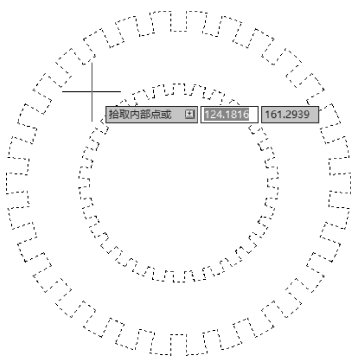

图 3-62 指定填充区域
3) 在功能区单击“默认”选项卡→“绘图”面板→“图案填充”按钮，在弹出的“图案填充和渐变色”对话框中，单击“添加拾取点”按钮，在“桌面”示意图要填充图案的部位单击，其区域会呈填充状态，若有其他区域采用同样的填充图案，则可以连续单击以指定多个填充区域，如图 3-62 所示。